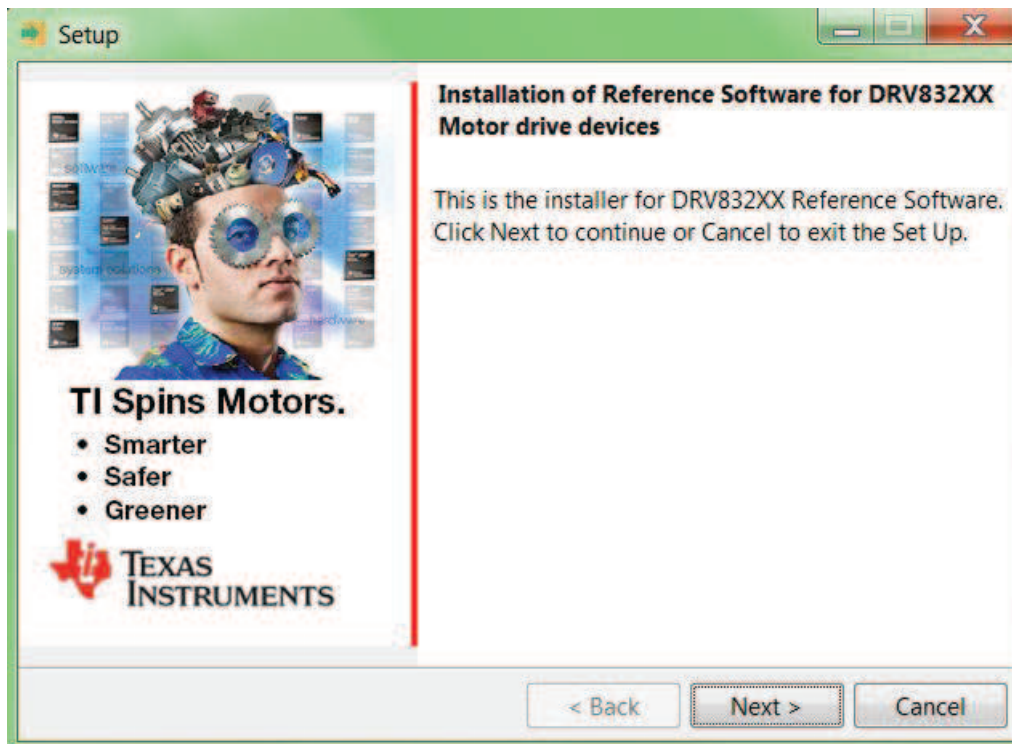

図 16. インストーラのホーム画面
Step 3. DRV832XXインストーラの開始画面でNextボタンをクリックします(図 16を参照)。